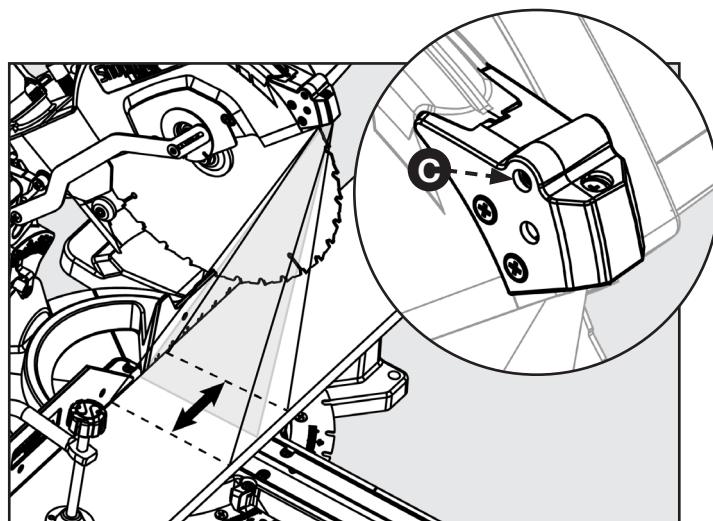

FIGURE 29
Consultez la figure 29 et suivez les instructions suivantes si vous remarquez le déport de la ligne du laser de la ligne actuelle de la coupe : tournez la vis (C) avec un tournevis à tête cruciforme pour corriger le déport.